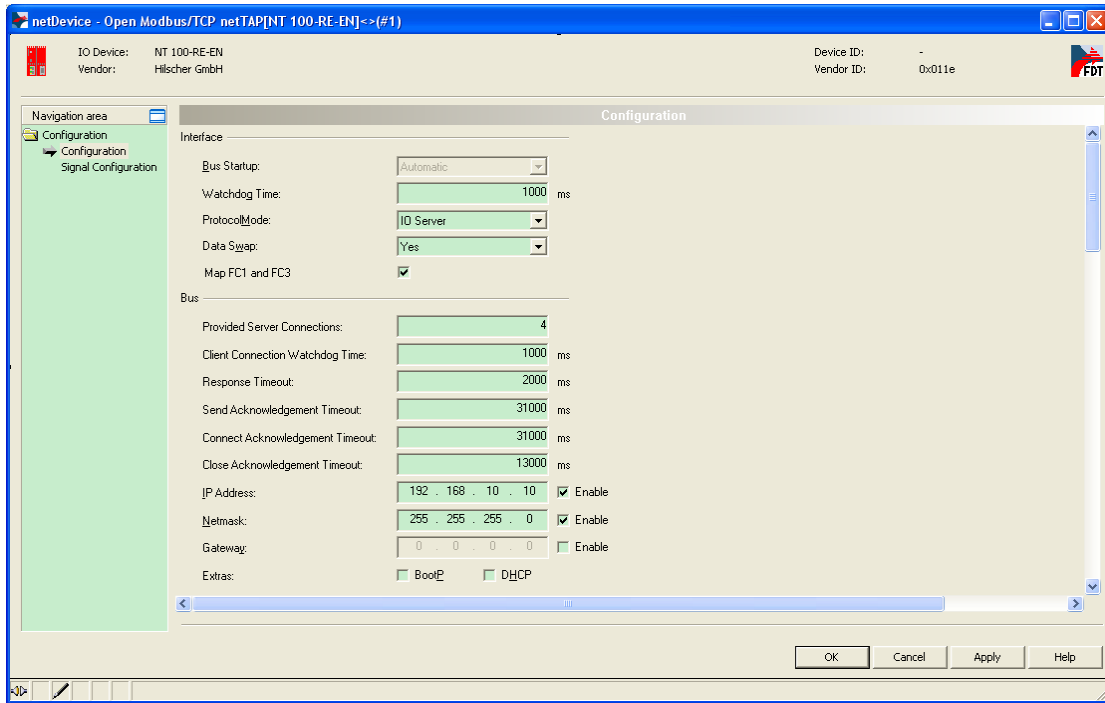
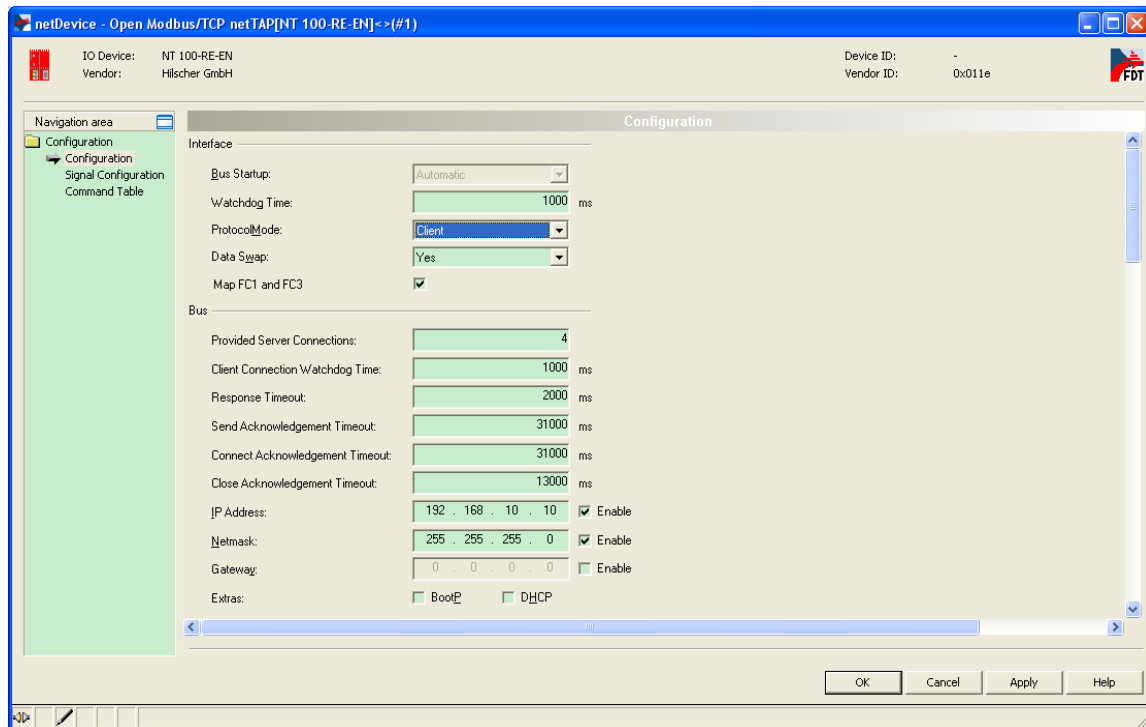

图 17
图 22
(16) PROFINET 协议参数配置完成后，单击“OK”保存并退出该对话框，回到软件主界面，再次右击 NT 100 图标，选择“Configuration”“Open Modbus/TCP”，对 Modbus/TCP 协议参数进行配置。选择“Configuration”栏，设置网关作为 Modbus/TCP 从站（Server）的参数，如：ProtocolMode（设置网关作为 Modbus/TCP 从站或者主站）、Map FC1 and FC3（这样，Modbus/TCP 主站可以通过 FC1 读取网关的位数据，通过 FC3 读取寄存器数据）、IP 地址（去掉 DHCP 的选项，并选择 IP 地址和子网掩码的选项）等，如图 17 所示：
(21) 如果网关需要作为 Modbus/TCP 主站。来连接 Modbus/TCP 从站设备，则首先在图 17 的对话框中，将 ProtocolMode 设置成 Client，如图 22 所示：